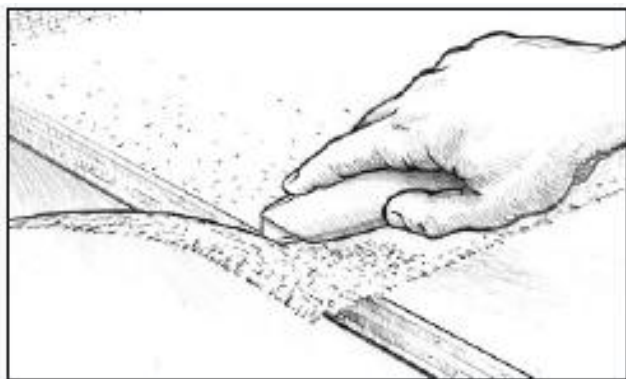

Рисунок 6-13 Обрежьте лишнюю ткань после того, как эпоксидная смола превратится в гель, но до полного застывания.
7. Обрежьте излишки и нахлёсты ткани после того, как смола достигнет фазы первоначального отверждения. Ткань будет легко обрезаться острым канцелярским ножом (Рисунок 6-13). Обрезайте нахлёсты ткани, если нужно, следующим образом: